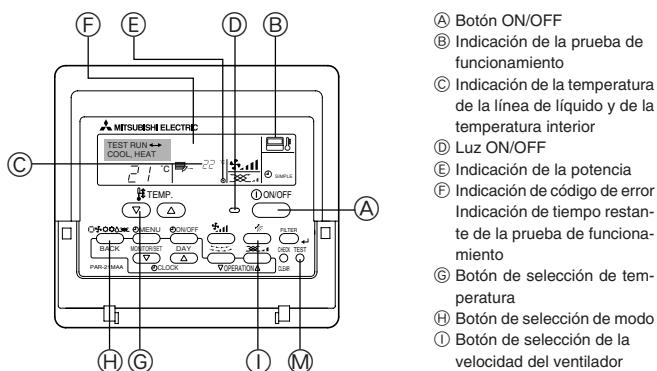

Fig. 8-1
8.2. Prueba de funcionamiento (Al usar el controlador remoto cableado) (Fig. 8-1)